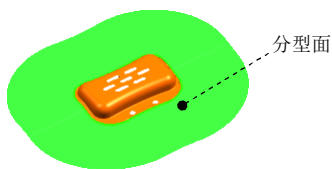

图 1.14 创建分型面
Step4. 单击“确定”按钮, 完成分型面的创建, 创建的分型面如图 1.14 所示。